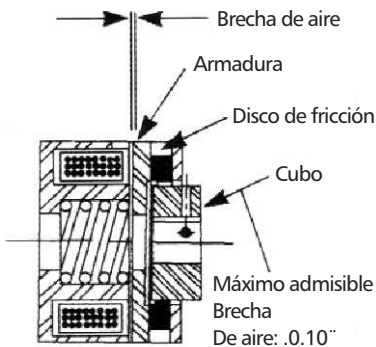

Figura 4 – Comprobación de brecha de freno
- e. Compruebe si hay discos de freno desgastados midiendo el espacio de aire del freno con un calibrador. (véase la Figura 4) Brecha de freno mayor que el límite de desgaste admisible puede causar charla o falta de liberación.